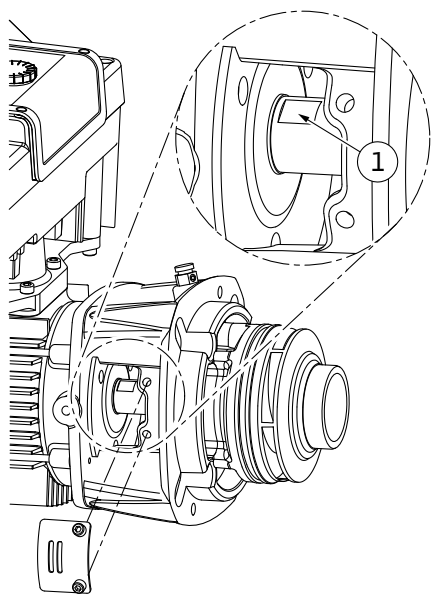

Fig. 105: Planos de llave en el eje
14. Introduzca una llave de boca fija (ancho de boca de 22 mm) en la ventanilla de la linterna y sujete el eje por los planos de llave (Fig. 105, Pos. 1). Desenrosque la tuerca del rodete (Fig. I, Pos. 22). El rodete (Fig. I, Pos. 21) se retira automáticamente del eje.
3. Introduzca una llave de boca fija (ancho de boca de 22 mm) en la ventanilla de la linterna y sujete el eje por los planos de llave (Fig. 105, Pos. 1).
10. Introduzca una llave de boca fija (ancho de boca de 32 mm) en la ventanilla de la linterna (Fig. IV, Pos. 38) y sujete el eje por los planos de llave (Fig. 105, Pos. 1). Monte el rodete con la/s arandela/s y la tuerca. Apriete la tuerca. Evite que el cierre mecánico resulte dañado debido a la inclinación.